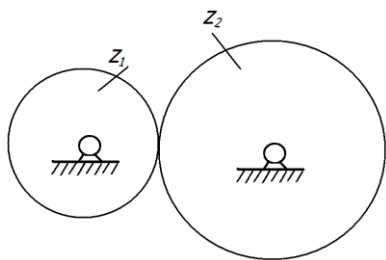

рис. 5.4.
48. Определить диаметры делительных окружностей находящихся в зацеплении зубчатых колес, если известно, что  $m = 4$  мм, а числа зубьев  $z_1 = 25$  и  $z_2 = 45$  (рис. 5.4.).